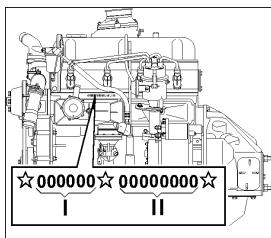

Рис. 1.5. Расположение идентификационного номера двигателей УМЗ
**Идентификационный номер двигателей УМЗ** выбит на блоке цилиндров двигателя с левой стороны (рис. 1.5).